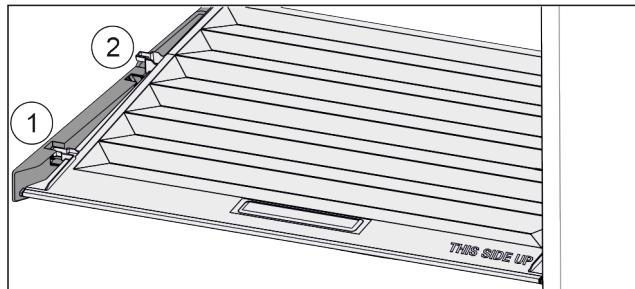

Fig. 34
- П отянуть крышку до отверстия в поддерживающих деталях вперед Fig. 34 (1).
- П однять сзади снизу и извлечь Fig. 34 (2) движением верх.